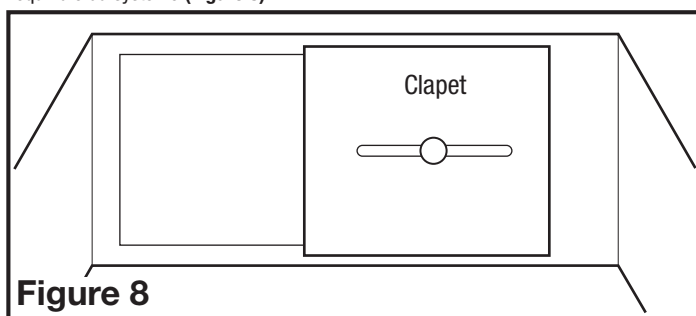

Figure 8
- 1a. **Kits d'alignement de 4 po :** Localisez l'amortisseur à l'intérieur du boîtier d'entrée et faites-le glisser pour couvrir ou découvrir autant de l'ouverture que nécessaire à l'équilibre du système (**Figure 8**).